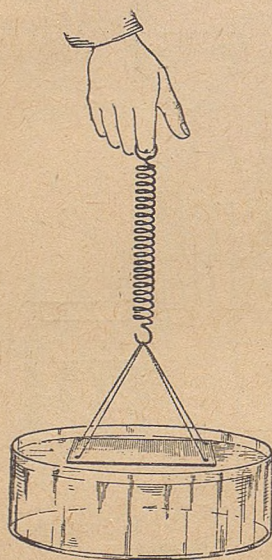

Рис. 51.
44. Жидкость частицаэз коласын йитсёём. Пружина вылын горизонтальной ёшётём стеклянной пластинка (рис. 51) вайётам чашкаын кисьтём ва вевдёр дынё сідз, медбы сия павки сь ва бердас. Ежели ён кыскыны пружинаёттис, пессыны ва бердсис пластинкасё янсётны, то мийё казялам, что сия ва бердас лякасис. Пружинаи сь нюжалё и сы нюжалём сёртё мийё вер-